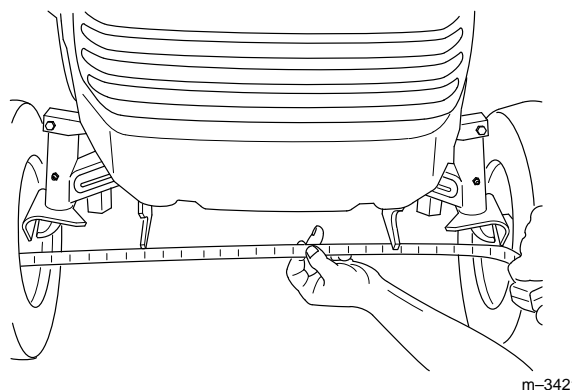

Abbildung 41
Die Beibehaltung der richtigen Vorspur am Vorderrad ist wichtig für die Sicherheit, die Funktion der Smart Turn[™]-Lenkung und die einfache Bedienung. Wenn es zu ungleichmäßigem Reifenverschleiß, Reibung auf dem Rasen oder schwergängiger Lenkung kommt, kann eine Einstellung erforderlich sein. Die Vorspur alle 100 Betriebsstunden bzw. einmal pro Jahr kontrollieren, je nachdem, welcher Fall zuerst eintritt (Abb. 41).
4. Den Abstand zwischen den beiden Vorderreifen in Achszapfenhöhe messen (vorne und hinten an den Rädern) (Abb. 41).